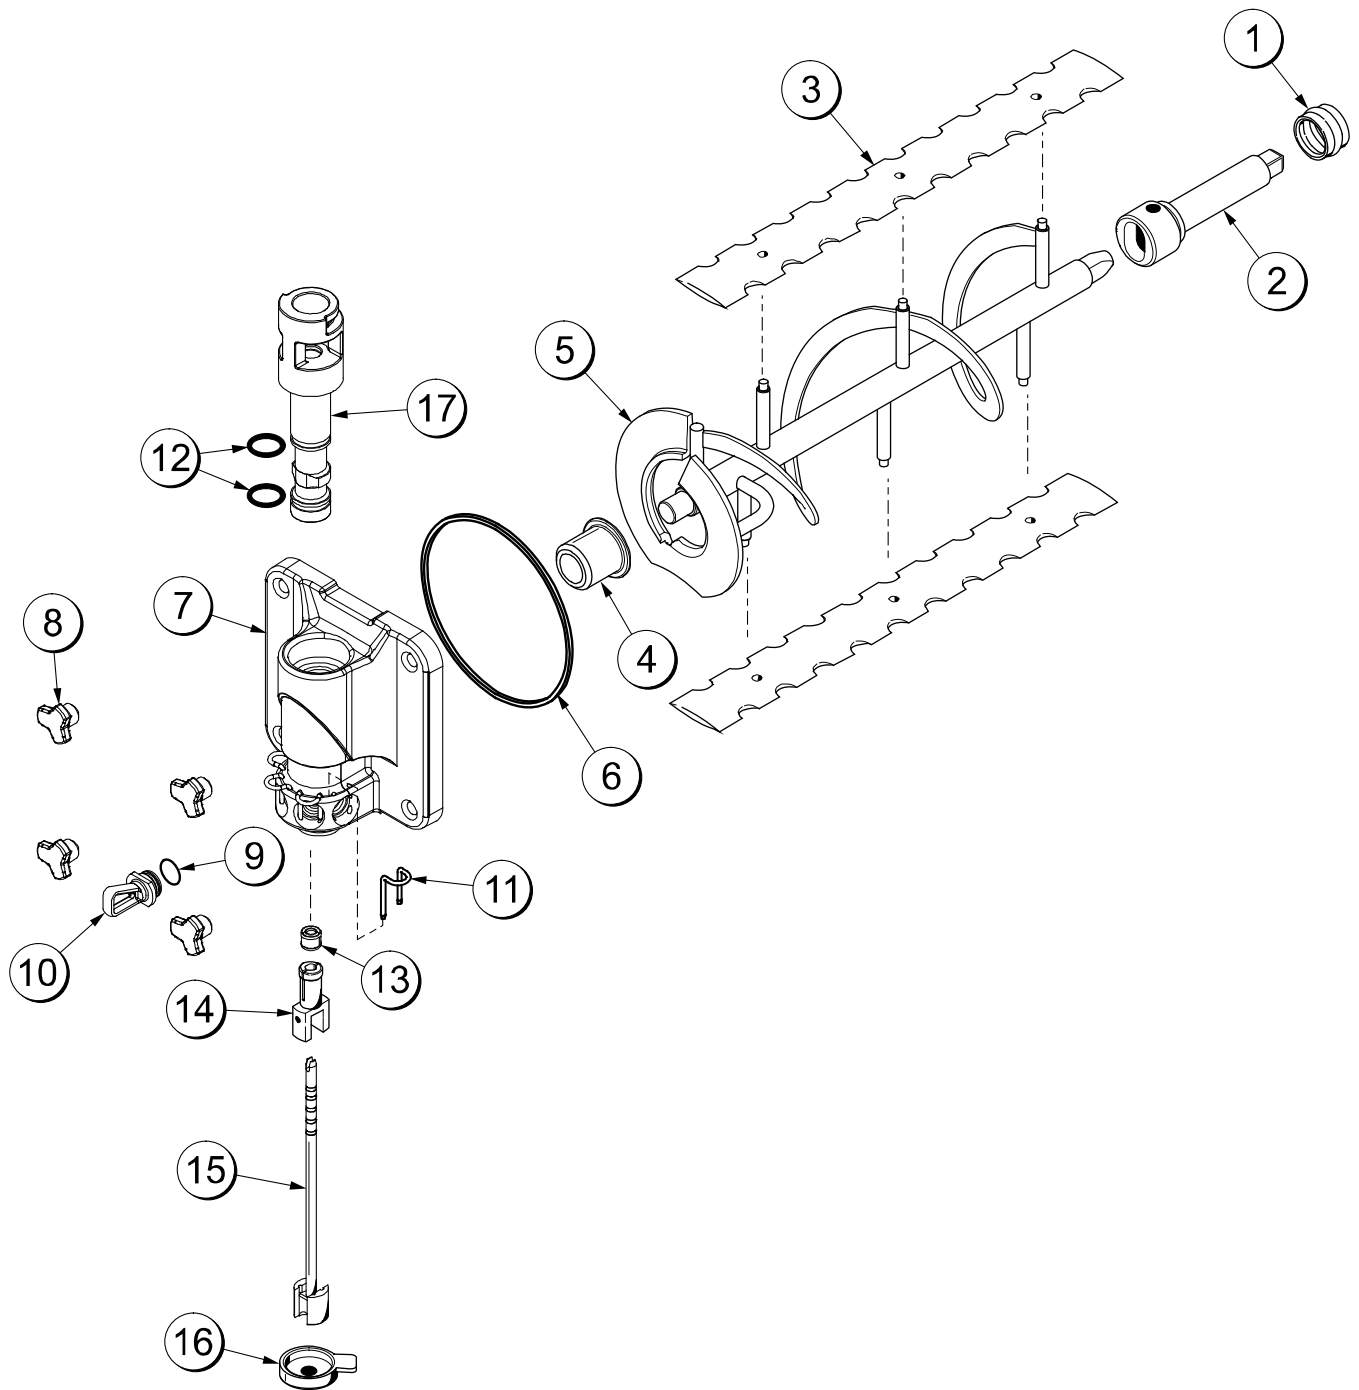

Рис. 14
**Дверца битера в сборе, сторона коктейлей (см. рис. 14).**